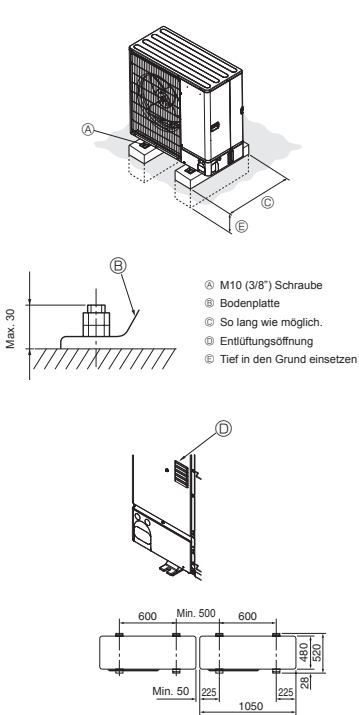

Fig. 3-1
- (mm) • Die Anlage immer auf fester, ebener Oberfläche aufstellen, um Rattergeräusche beim Betrieb zu vermeiden. (Fig. 3-1)